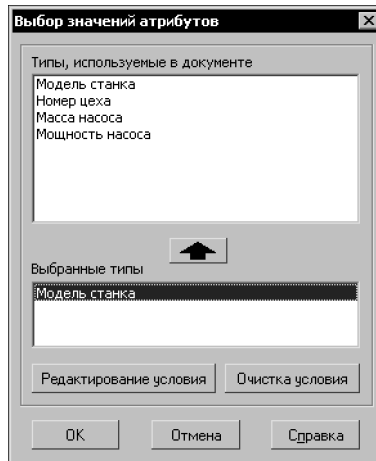

Рис. 145.6. Диалог назначения условия поиска
1. Вызовите команду **Выделить — По атрибутам...** На экране появится диалог назначения условий поиска (рис. 145.6).